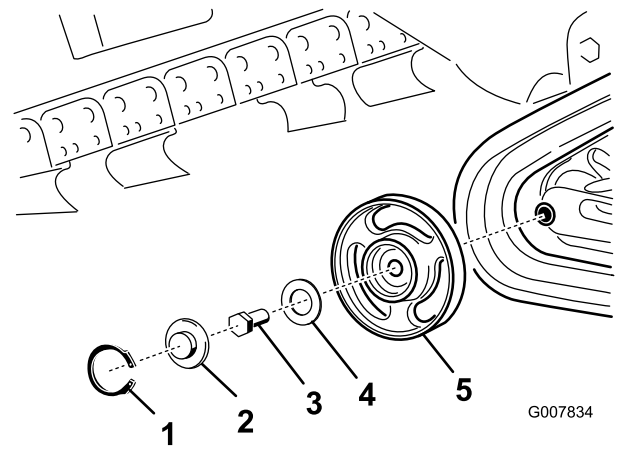

Figura 51
**Nota:** Puede ser necesario retirar la rueda de rodaje delantera exterior. Para retirar esta rueda, retire la anilla a presión y el tapacubos del centro de la rueda de rodaje (Figura 51). Luego, retire el perno y la junta del centro de la rueda y retire la rueda de la máquina.